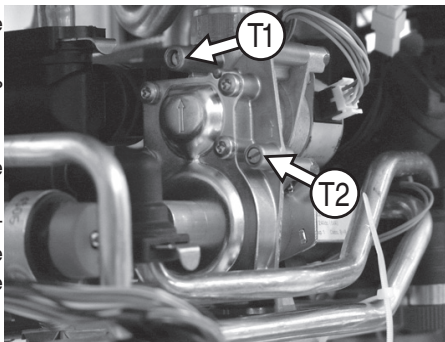

Рис. 18
- Ослабьте винт на входном измерительном месте (T2) газового клапана (рис. 18).
- Ослабьте измерительное место (T1 / рис. 18) для измерения давления газа на горелке.